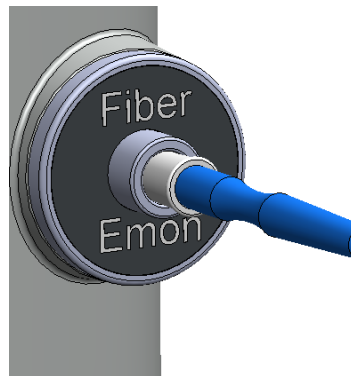

Fig. 4-9: Innsatt fiber med steril adapter
- Fiberen med den sterile adapteren skal settes inn i inntaket på energimåleren på frontpanelet til laseren så langt som mulig (Fig. 4-9).